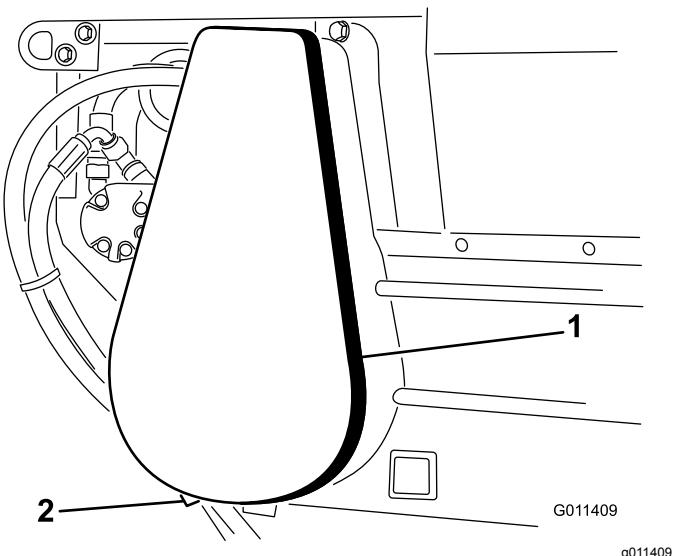

Figura 29
1. Remova a montagem da cobertura da corrente e do espaçador (Figura 29).